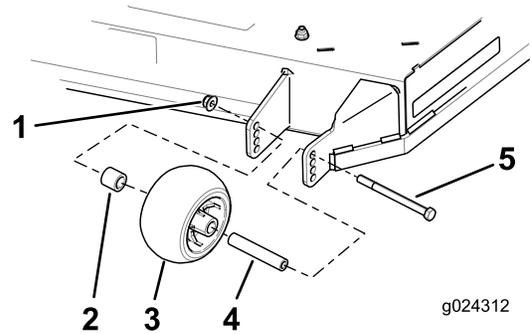

Figure 23
4. Alignez le boulon et le galet anti-scalp dans le trou du support correspondant le mieux à la position de hauteur de coupe (Figure 23).
5. Insérez le boulon dans le trou du support et fixez le boulon et le galet anti-scalp avec l'écrou à embase (Figure 23).
3. Retirez l'écrou à embase, le galet anti-scalp et le boulon du support (Figure 23).